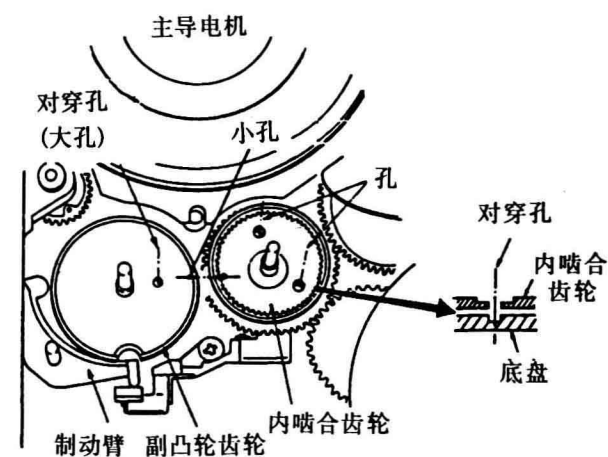

图66
步骤: ①安装内啮合齿轮, 使齿轮上的孔与底座上的孔对准, 如图66所示;